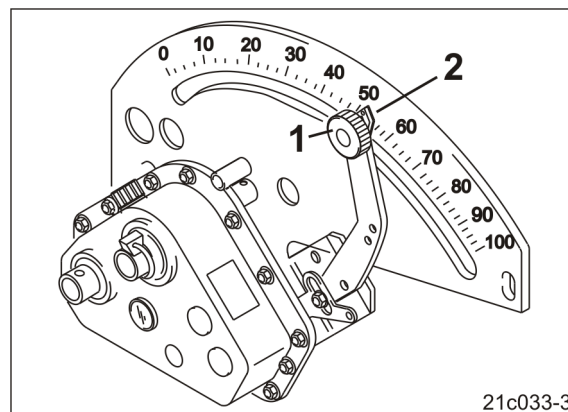

Fig. 79
6. Eliberați butonul de blocare (Fig. 79/1).
8. Reglați indicatorul (Fig. 79/2) manetei cutiei de viteze **de jos** la valoarea de reglare.